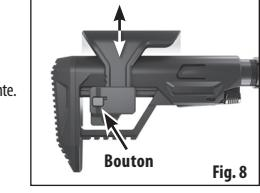

Fig. 8
- Pousser le bouton de réglage de l'appui-joue depuis le côté droit (Fig 8).